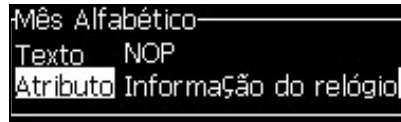

Figura 5-21: Editar o código
- 5 Edite o código para *Mês alfabético* (veja Figura 5-21). Consulte a seção “Adicionar informação do relógio” na página 5-36 e a Tabela 5-12 na página 5-35 para obter mais informações.